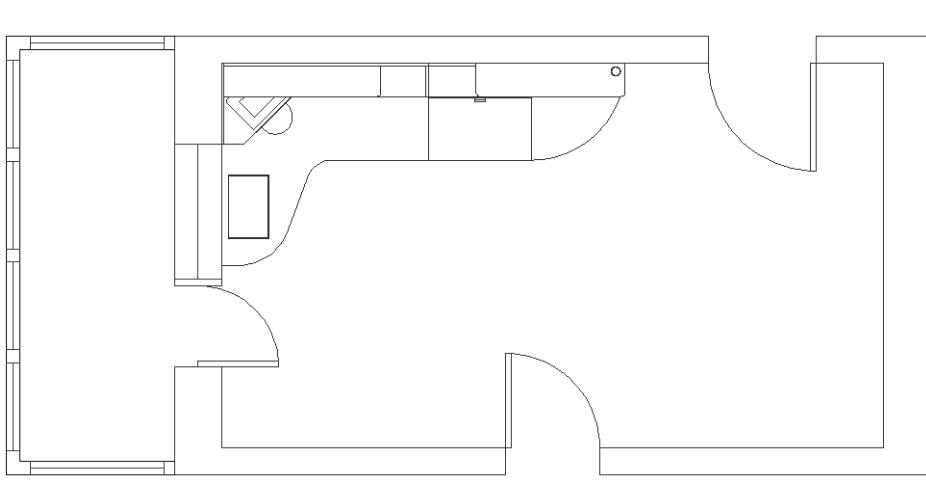

Рис. 7.31 ▼ Все оконные блоки вставлены
10. Восстановите предыдущий масштаб просмотра и заморозьте слой **Высота 720** (рис. 7.31).